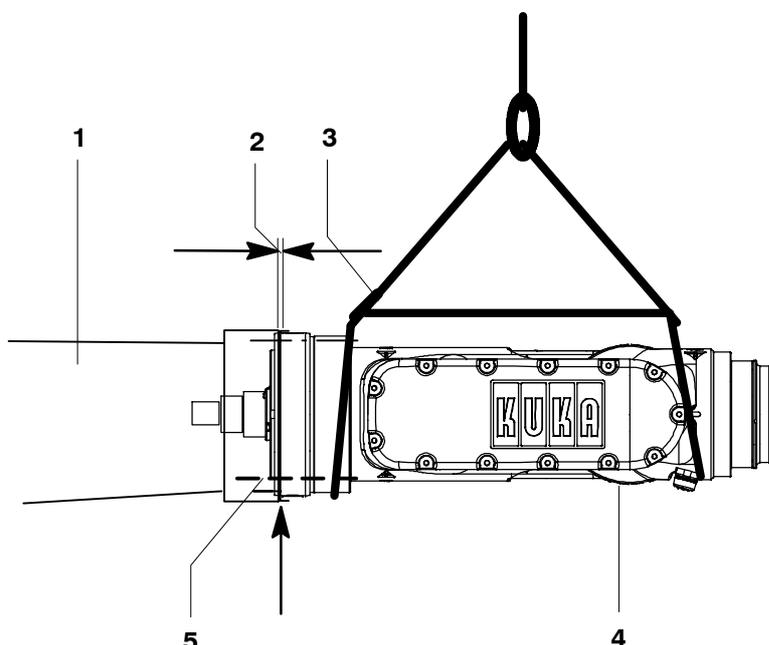

Fig. 110 Démontage et montage du poignet en ligne
- (3) Bloquer le poignet en ligne (Fig. 110/4) avec le dispositif de levage (3) ou, si ce n'est pas possible, avec une cale dans le bas.
- (3) Serrer en croix 16 vis à six pans creux M6x100-12.9 (Fig. 110/5) en travaillant avec une clé dynamométrique jusqu'à l'obtention du couple de serrage M_A prescrit en procédant par étapes ($M_A = 15 \text{ Nm}$).
- (4) Procéder au réglage du point zéro des axes 4, 5 et 6 (voir manuel logiciel KR C4, chapitre "Mise en service", paragraphe "Calibration/Décalibration" du robot).